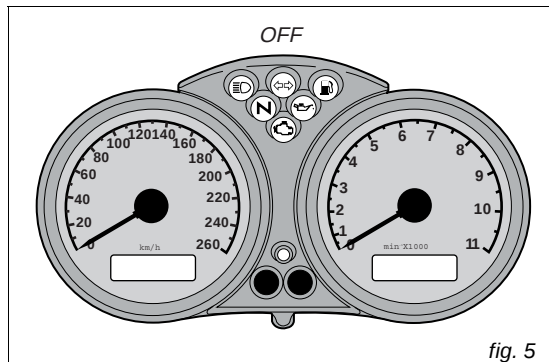
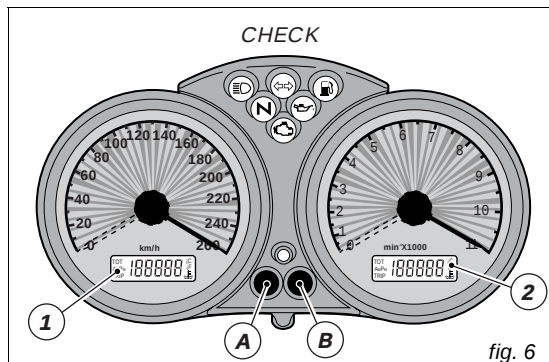

fig. 5
fig. 6
All'accensione (chiave da **OFF** a **ON**) il cruscotto esegue un Check di tutta la strumentazione (lancette, display, spie) vedi (fig. 5 e fig. 6).
Premendo il pulsante (A, fig. 6) con chiave **ON** si alterna la visualizzazione del contachilometri parziale e di quello totale.
Tenendo premuto il pulsante (A, fig. 6) per più di 2 secondi quando è nella funzione **TRIP** (contachilometri parziale), si otterrà l'azzeramento nel display (LCD 1).
Premendo il pulsante (B, fig. 6) con chiave **ON** si visualizza l'orologio e la temperatura dell'olio.
Premere il pulsante (B, fig. 6) per almeno 2 secondi. Regolare AM/PM premendo il pulsante (A, fig. 6). Premere il pulsante (B) per passare alla regolazione dell'ora. Premere (A) ripetutamente per modificare l'indicazione dell'ora. Premere il pulsante (B) per passare alla regolazione dei minuti. Premere il pulsante (A) per avanzare i minuti; tenendo premuto per più di 5 secondi l'indicazione cambia più velocemente. Premere il pulsante (B) per uscire dal modo di regolazione.
Se si preme il tasto (B, fig. 6) entro 5 secondi con la chiave in posizione **ON**, ad ogni pressione sul detto pulsante si avrà una variazione dell'intensità luminosa del cruscotto.